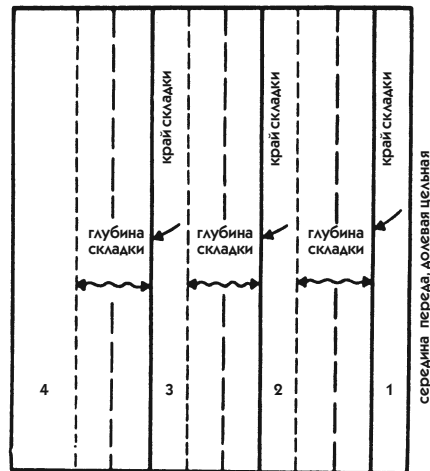

Рис. 188
- Проведите по всей ширине листа горизонтальную линию наверху (линию талии) и горизонтальную линию внизу (линию низа юбки), как на рис. 188.
3. Параллельно срединной линии проведите линию, соответствующую краю первой складки, на расстоянии, заданном на базовом лекале (в нашем примере — 3,5 см). На рис. 188 эта линия сплошная.
4. Параллельно этой линии отложите 2 раза ширину полоски, чтобы получить глубину складки (то есть в приведенном примере  $2 \times 3,5$  см). На рис. 188 глубина складки обозначена двойной волнистой стрелкой.
- Четко выведите линии краев складок и обозначьте стрелками направление, в котором следует заложить складку (см. пример на рис. 188).
Этот прием не только позволяет избежать ошибок, но и облегчает построение чертежа. Предположим, что линия верха лекала не является строго горизонтальной (изогнутая линия талии или фигурная кокетка). Тогда надо начертить складки на самой длинной части лекала, а затем перенести на закрытые складки действительную линию со вспомогательного лекала. Прodelайте этот эксперимент на копии рис. 188, на которую перенесите (при закрытых складках) линию кокетки с рис. 175, а затем вырежьте кокетку, оставляя закрытые складки.
складки касался края соседней складки, как для параллельных складок, изображенных на рис. 188.